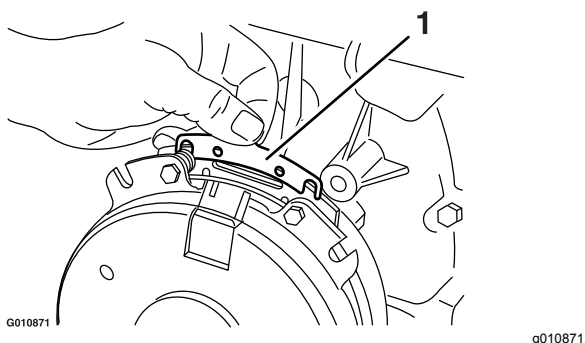

Figure 78
- B. A l'aide d'une pince à becs longs ou avec les doigts, saisissez la languette et déposez la cale (Figure 78).
Enlevez l'herbe, les saletés et autres débris éventuellement accumulés sur la grille du moteur. Cela permet d'assurer un refroidissement et un régime moteur corrects, et réduit les risques de surchauffe et de dommages mécaniques du moteur (Figure 78).